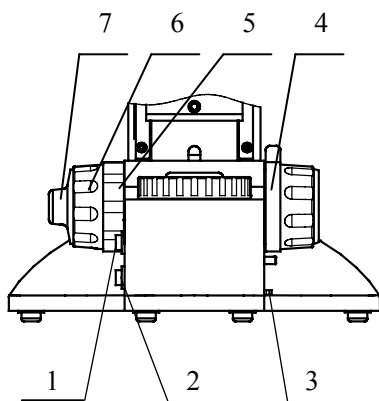

图.3
- 2) 打开电源开关，使任一照明器处于工作状态，参照图 3。如果灯不亮，请检查亮度控制是否处于过低的位置。